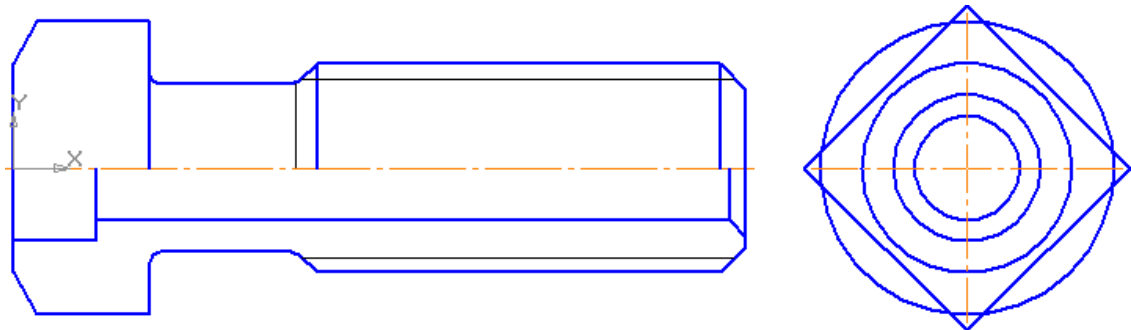
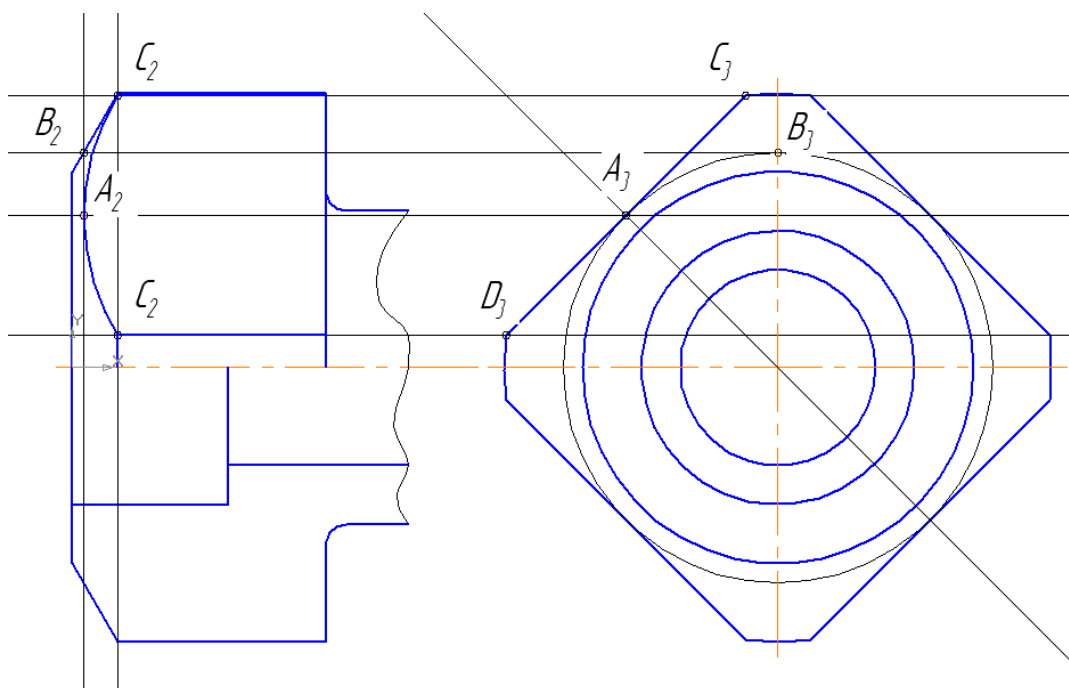

Рис. 5
Рис. 6
3. На виде слева постройте правильный квадрат (по вписанной окружности, R11, угол «45») и четыре окружности. Для построения четырех концентрических окружностей после вызова команды **Ввод окружности** укажите положение общего для всех четырех окружностей центра и нажмите кнопку **Запомнить состояние** . После этого введите последовательно значения радиусов окружностей, рис. 5. Командой **Усечь кривую** на панели **Редактирование** удалите лишние линии, рис. 6.
4. Выполните на главном виде проекции ребер призмы и линии пересечения призматической и конической поверхностей. Для этого командой **Горизонтальная прямая** (вспомогательная) определите проекции ребер призмы, рис. 6. Командой **Вертикальная прямая** определите длину ребер, рис. 6. На рис. 6 показано построение дуг гипербол на боковых гранях призмы, образующихся при сечении конуса (фаски) и призмы. Они заменены дугами окружностей, определяемыми каждая тремя точками.